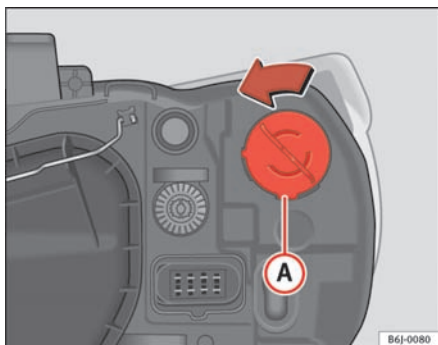

Fig. 149 Blinklys i forbindelse med enkelt forlygte
- Drej fatningen ⇒ fig. 149 (A) mod venstre, og træk i den.